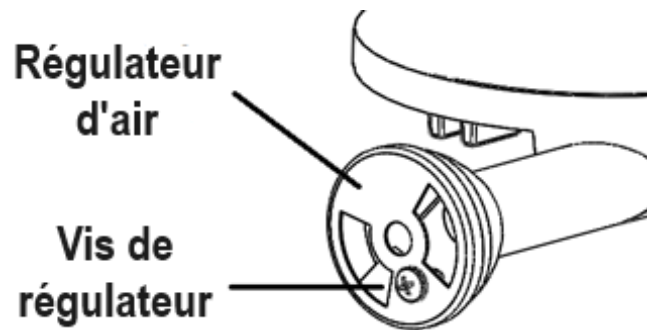

Fig.10
3. Dévisser les fixations du régulateur d'air du brûleur sans retirer complètement la vis (fig. 10).